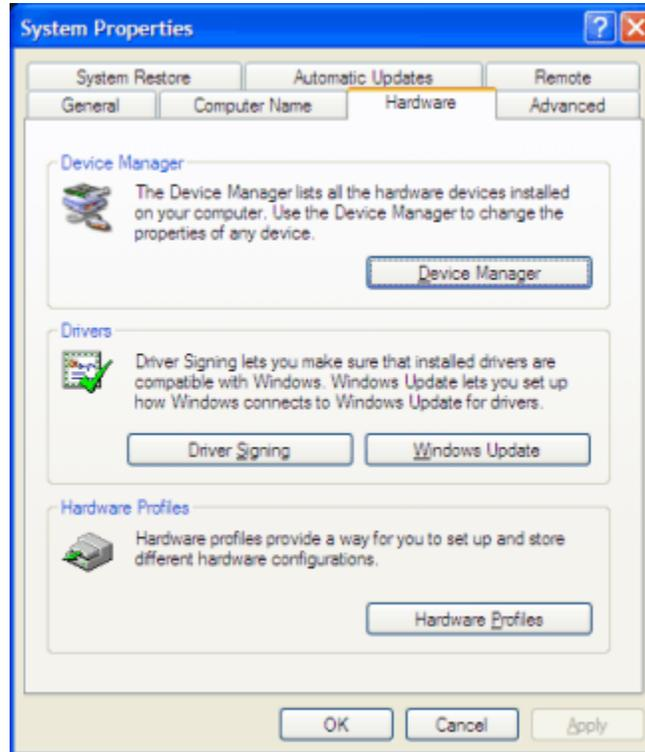

图 5-1. “系统属性”窗口
2. 在“系统属性”窗口中选择“硬件”选项卡（请参阅图 5-1），然后点击“设备管理器”转到“设备管理器”窗口。